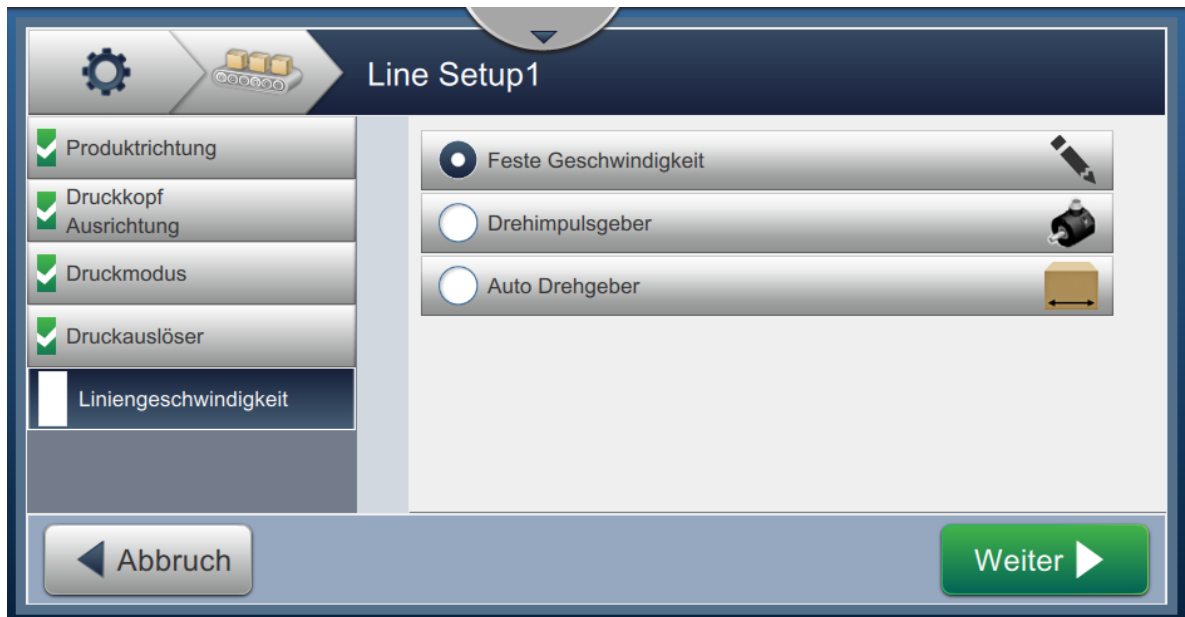

Abbildung 6-35: Liniengeschwindigkeit: gemessen nach Drehimpulsgeber
2. Ändern Sie die gewünschten Parameter auf dem Bildschirm „Einstellungen“, wie dargestellt in Abbildung 6-35.